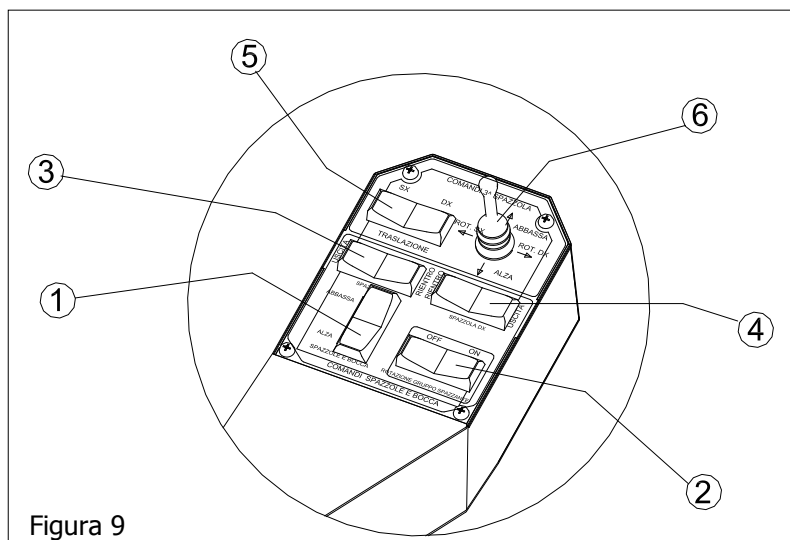
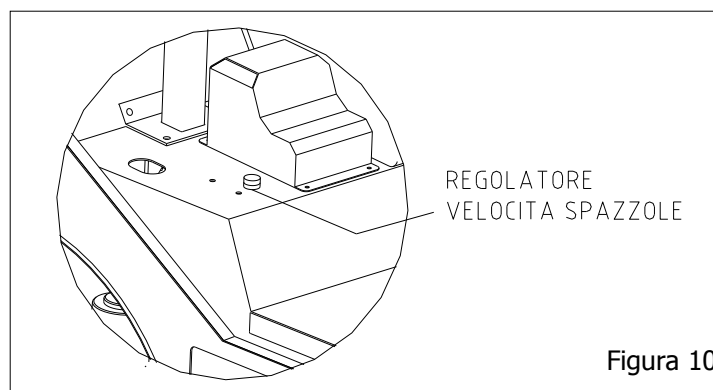

Figura 9
Figura 10
- Abbassare le spazzole tasto **POS 1** [Vedi Figura 9]
- Attivare la rotazione delle spazzole tasto **POS 2** [Vedi Figura 9]. Regolare la velocità di rotazione delle spazzole attraverso il regolatore di velocità colore verde posto sul pianale all'interno della cabina.[Vedi Figura 10]
- L'uscita e il rientro della spazzola sinistra avviene tramite il tasto **POS 3**[Vedi Figura 9].
- L'uscita e il rientro della spazzola destra avviene tramite il tasto **POS 4** [Vedi Figura 10].